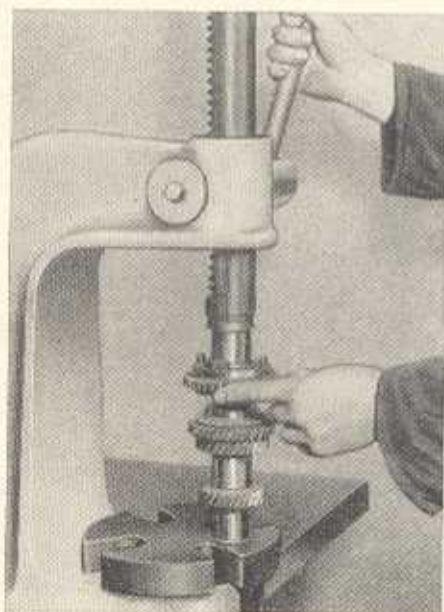

Bild G 43. Zusammenpressen der Vorgelegewelle
3. Bohrung des Losrades zum 2. Gang einölen und Losrad auf die Vorgelegewelle stecken. Das Schieberad für den 1. Gang mit Synchronring und Vierarmnabe ist auf die Vorgelegewelle mit Paßfeder aufzudrücken (Bild G 43).